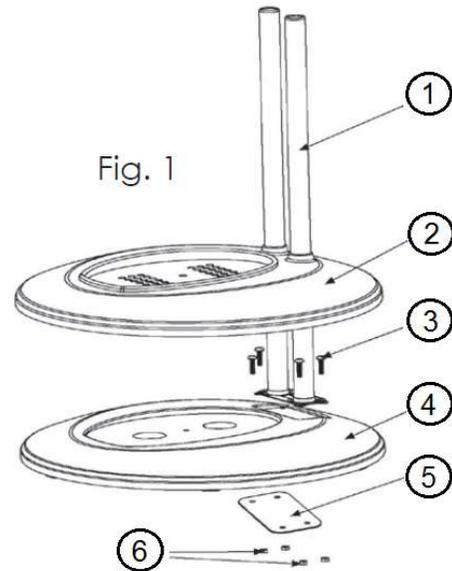

Fig. 1
Assemblez les tubes (1) sur la base (4) en serrant les quatre vis (3) et plaque (5) avec les écrous. Enfiler le cache (2) vers le bas de la base ronde. (Fig.1)